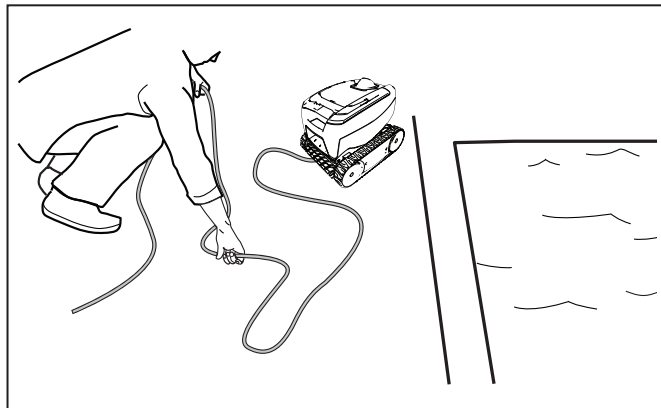

Figure 14. Démêler le câble flottant
2. Commencer au niveau de la tête du robot nettoyeur, retirer tous les noeuds et enchevêtrements au niveau du câble flottant. (Figure 14). Étendre le câble au soleil afin de l'aplanir complètement.